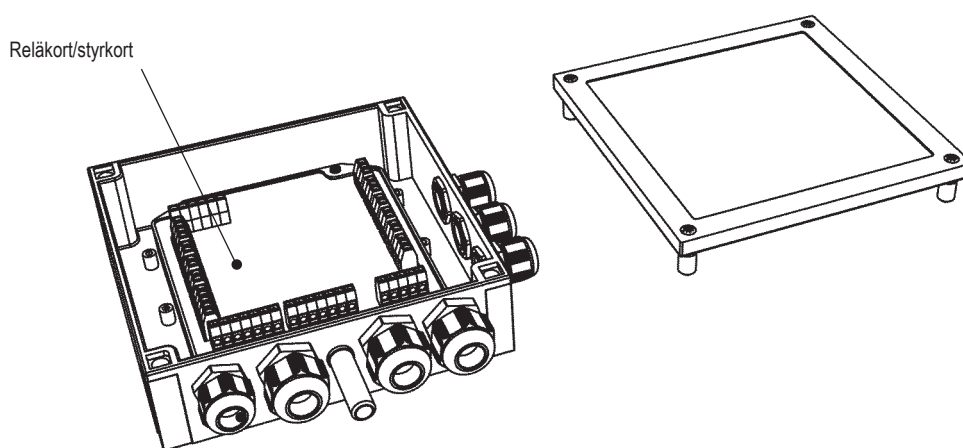

Bild 70. Kopplingsenhet
1. Demontera kopplingsenhetens lock, det sitter monterat med fyra skruvar, se Bild 70.
2. Montera kopplingsenhetens lock, se Bild 70.